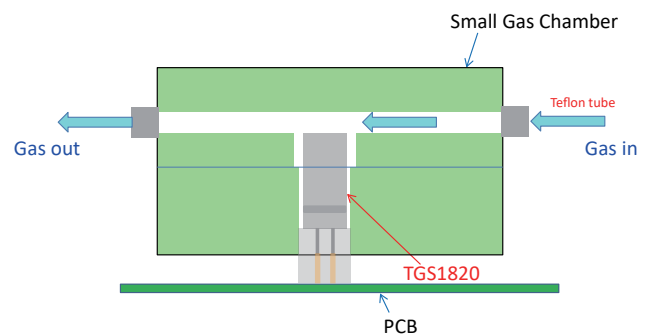

図1b. フロー測定チャンバー
- ・ センサを図1bのようなガスの流通が可能な測定チャンバーに入れる。